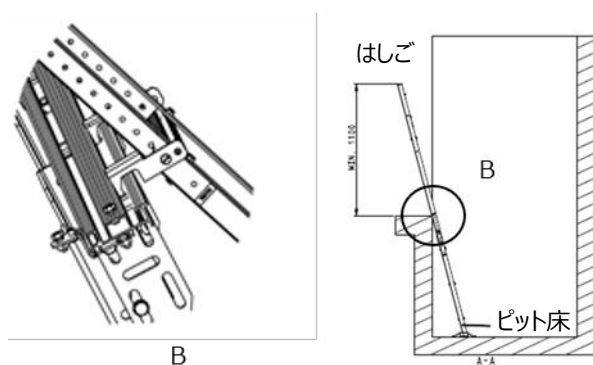

図 3 ピットはしご使用図
- 3 はしご下側部分をピット床面の設置土台に差し込み、中間部のフックを乗場敷居溝に引っ掛け、確実に設置されたか確認して使用ください。（図 3）